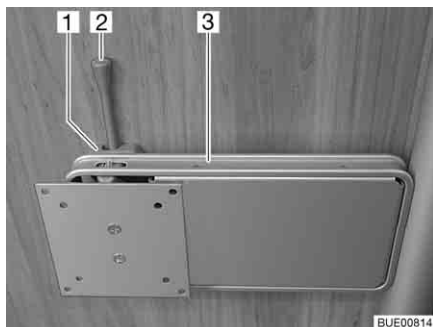

Fig. 56 Support sur colonne
- Pousser le levier de déverrouillage (Fig. 56,2) sur le côté et pivoter le support (Fig. 56,3) et l'écran plat pour les amener en position souhaitée.
- Pivoter l'écran plat en sens inverse, jusqu'à ce que le support (Fig. 56,3) s'enclenche dans le verrouillage (Fig. 56,1).